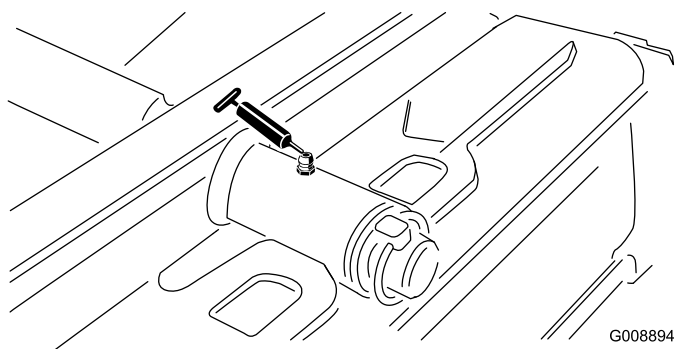

Figure 59
- Pivot d'unité de coupe arrière (Figure 59)